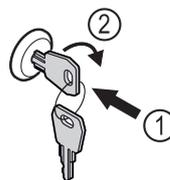

Fig. 133 Beispielhafte Darstellung
- ▶ Schlüssel hineindrücken Fig. 133 (1).
- ▶ Schlüssel um 90° im Uhrzeigersinn drehen Fig. 133 (2).